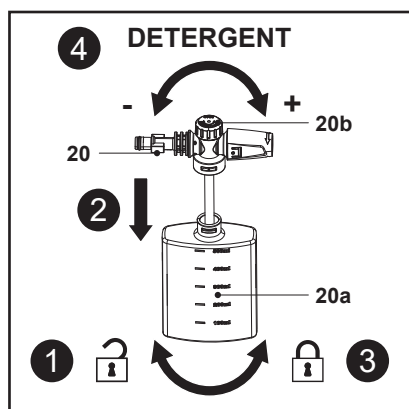

Fig. 13
Umplerea și utilizarea detergentului după cum se arată în fig. 13
1. Ține duza pentru recipientul cu detergent (20), apoi deblochează și scoate recipientul (20a) (fig. 13, pasul 1).
2. Asigură-te că țeava de alimentare cu apă este bine fixată la duza pentru detergent (20).
4. Pune duza (20) pe recipient (20a) (fig. 13, pasul 2).
5. Ține de duză (20), apoi blochează bine recipientul (20a) pe ea (fig. 13, pasul 3).
6. Rotește butonul reglabil (20b) în sens orar pentru a efectua spălarea cu detergent concentrat și în sens antiorar pentru spălare cu detergent mai diluat (fig. 13, pasul 4).
7. Montează duza (20) pe pistolul pulverizator (15).
8. Duza pentru recipientul cu detergent (20) este gata de utilizare.